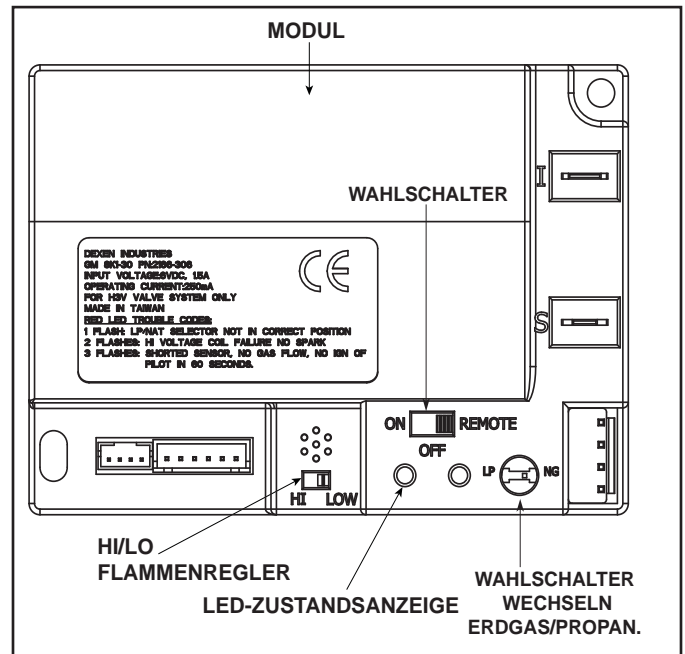

Abbildung 12.4 Steuermodul
1. Das Steuermodul hat einen Wählschalter für EIN/AUS/FERN (ON/OFF/REMOTE), der eingestellt werden muss. Siehe Abbildung 12.4.
2. Wenn sich das Modul im Fernsteuerungsmodus (REMOTE) befindet und ein verkabelter Wandschalter verwendet wird, lässt sich die Flammenleistung mit dem Wählschalter HI/LO am Modul regeln. Siehe Abbildung 12.4. Beachten Sie, dass der HI/LO-Schalter zum Regeln der Flammenleistung seine Funktion verliert, sobald eine optionale Fernbedienung (RC300CE) für das Steuermodul programmiert wird. Beachten Sie, dass das Steuermodul den Kamin stets in der Stellung HI entzündet und die ersten Sekunden in dieser Stellung verbleibt. Wenn sich der HI/LO-Schalter in der Stellung LO befindet, wechselt die Flammenleistung nach zehn Sekunden automatisch zur niedrigsten Einstellung. Nach diesem zehnssekündigen Zeitraum lässt sich die Flammenleistung mit dem HI/LO-Schalter regeln.
5. Das Modul kann potenzielle Fehlfunktionen erkennen. Wenn diese auftreten, zündet es nicht und/oder reagiert nicht auf einen Befehl zum Zünden über den Wandschalter und/oder die optionale Fernbedienung. In diesem Fall ist das Modul vielleicht in den LOCK-OUT-Modus gegangen. In diesem Zustand sendet es einen LED-Fehlercode. Zum Quittieren des Fehlercodes schalten Sie den Wählschalter auf AUS (OFF) und dann wieder auf FERN (REMOTE) oder EIN (ON). Wenn der Zündbefehl erneut scheitert, sendet das Modul einen LED-Fehlercode und geht dann zurück in den LOCK-OUT-Modus. Wenden Sie sich zur Wartung an Ihren Händler, wenn dies auftritt.